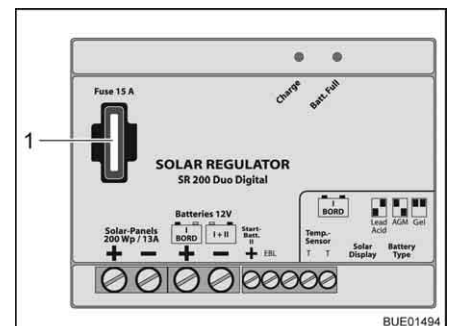

Bild 175 Säkring till laddningsregulator för solpanel 200 W
- Byt flatsäkring 15 A/blå (Bild 175,1).